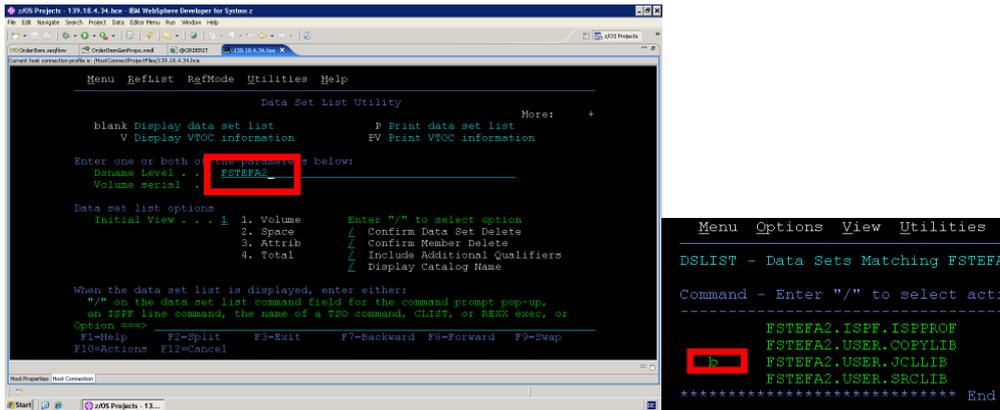

Abbildung 57
2. Nach erfolgreichem Anmelden, lassen wir uns mit dem unter **3.4** erreichbarem Data Set List Utility den Inhalt von unserem Dataset **FSTEFA2.USER.JCLLIB** anzeigen (Abbildung 57).